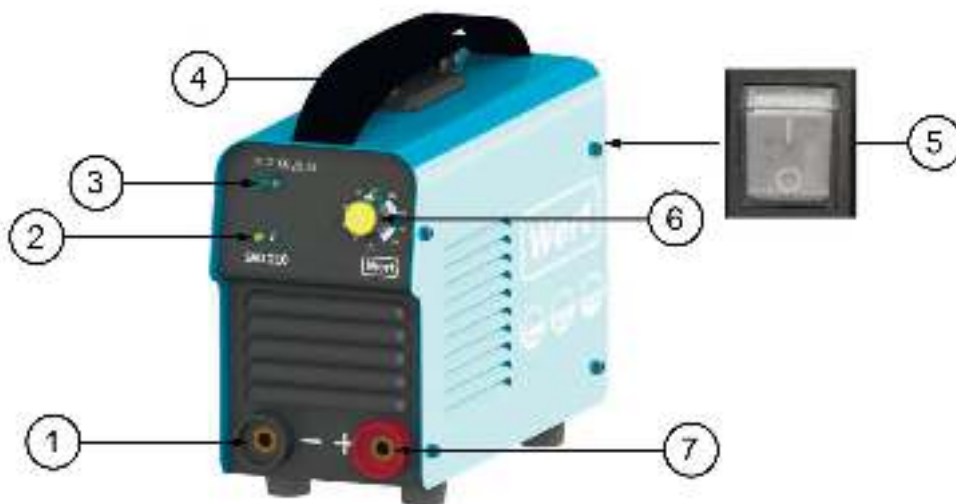

Рис. 1
3. Регулятором 6 (рис.1) выставите необходимый уровень тока регулятором сварочного тока.